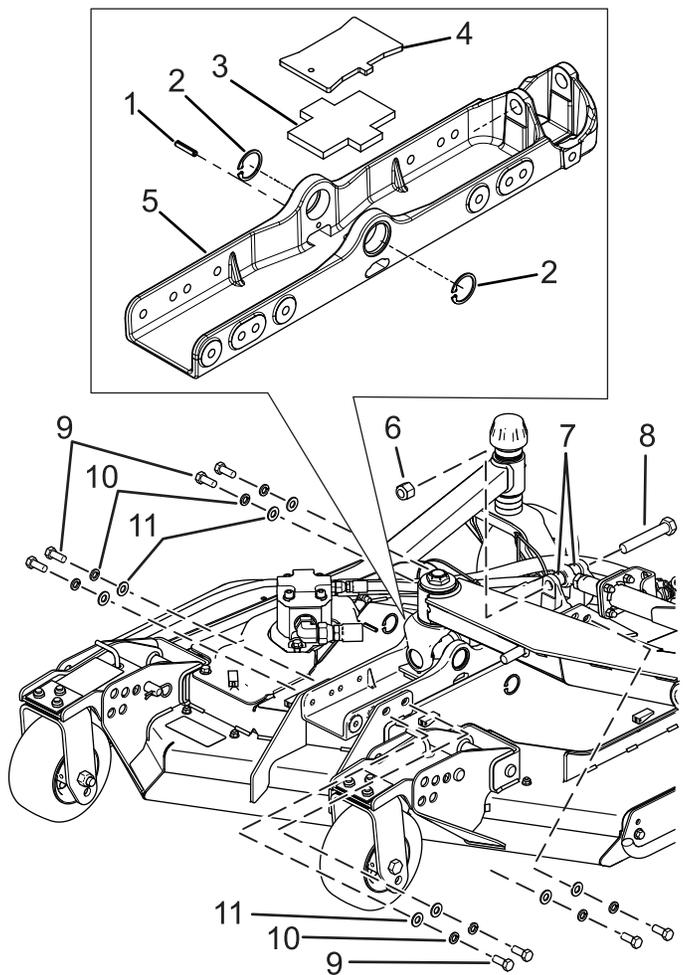
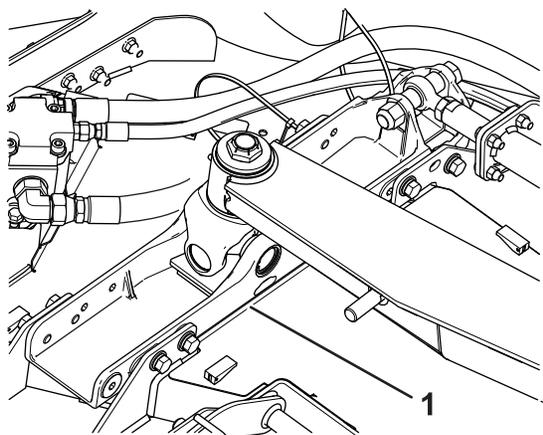

Bild 3
Bild 4
1. Entfernen Sie die Sprengringe auf beiden Seiten des U-Gelenks, wie in **Bild 3** gezeigt.
3. Entfernen Sie die vorhandene lange Schraube (**Bild 3**).
4. Entfernen Sie die Platte und den Gummipuffer (**Bild 3**). Entsorgen Sie die Platte.
5. Entfernen Sie die Schrauben, mit denen die Mähwerkbefestigung am Mähwerk befestigt ist (**Bild 3**).
6. Entfernen Sie die Schraube, die Sicherungsmutter und die Distanzstücke, mit denen der Hydraulikzylinder an der Mähwerkbefestigung befestigt ist. Entsorgen Sie die Schrauben und die vorhandene Mähwerkbefestigung (**Bild 3**).
9. Montieren Sie die Schrauben, mit denen die Mähwerkhalterung an der Schneideinheit befestigt ist (**Bild 3** und **Bild 4**); ziehen Sie sie mit 102 N·m fest.
10. Montieren Sie die U-Gelenkkappen und sichern Sie sie mit den zuvor entfernten Sprengringen (**Bild 3**).
11. Montieren Sie den Hydraulikzylinder mit einer Schraube ($\frac{3}{4}$ " x $4\frac{1}{2}$ "), einer Sicherungsmutter ($\frac{3}{4}$ ") und Abstandshaltern (**Bild 3**) an der Mähwerkbefestigung; ziehen Sie sie mit 136 N·m fest.